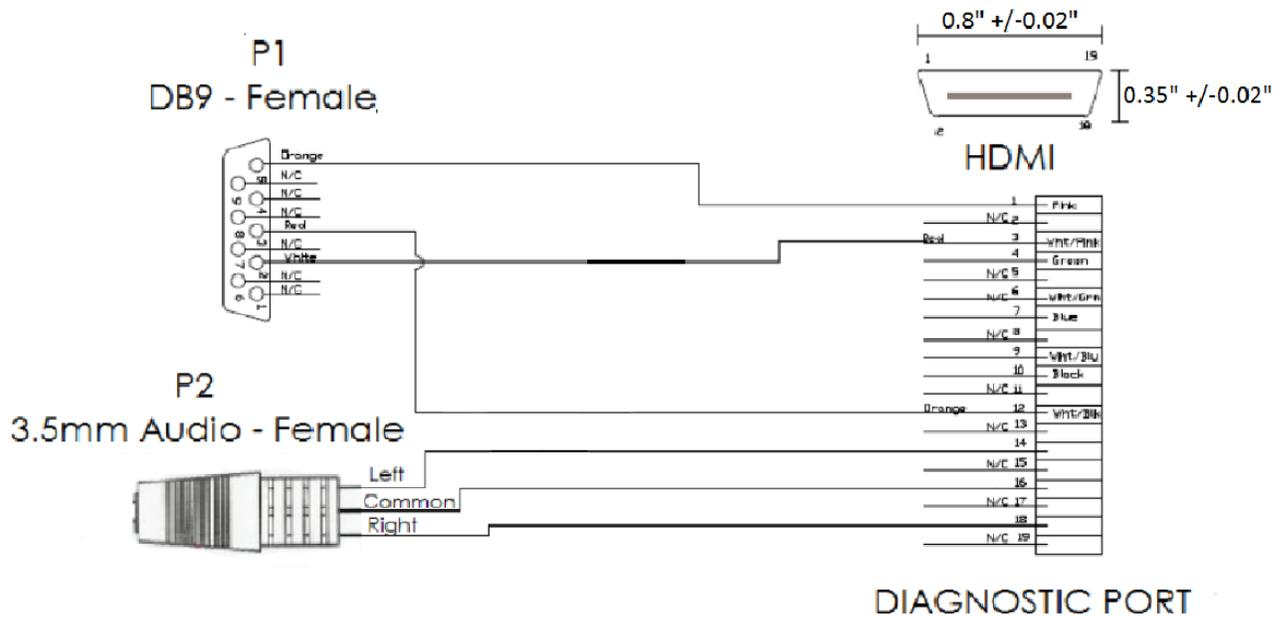

Abbildung 1: Kommunikationskabel für Schwesternruf / elektronische Patientenakte
Das Kommunikationskabel für den Schwesternruf / die elektronische Patientenakte (Art.-Nr. 3100897) hat einen 3-poligen 3,5-mm-Klinkenstecker (siehe P2 in Abb. 1) zum Anzeigen eines Alarmzustands im Schwesternruf-System des Krankenhauses und eine DB9-Datenbuchse zum Anschluss von Geräten, die in der Lage sind, eine elektronische Patientenakte zu führen.
Der 3,5-mm-Klinkenstecker des Kabels unterstützt „normal geöffnete“ und/oder „normal geschlossen“ Anschlüsse von Schwesternruf-Systemen. Die Signale an den 3 Kontakten sind (siehe P2 in Abb. 1 und Abb. 1A):
4.1 Abbildung 1: Diagramm des Kabels für Schwesternruf und elektronische Patientenakte
Das Precision Flow® Plus hat an der Rückseite eine HDMI-Buchse. Das **Vapotherm-Kommunikationskabel für Schwesternruf / elektronische Patientenakte (Art.-Nr. 3100897)** hat einen HDMI-Stecker am einen Ende und eine DB9-Buchse gemäß RS-232-Standard am anderen Ende. Mit diesem Kabel kann das Precision Flow® Plus am RS-232-Standardanschluss eines elektronischen Patientenaktensystems angeschlossen werden. Die Anschlussbelegung dieses Kabels ist in Abbildung 1 angegeben.
Nehmen Sie den Silikonstopfen in der Abdeckung des Sauerstoffsensors an der Rückseite des Precision Flow[®] Plus heraus und stecken Sie den HDMI-Stecker 3100897 in die HDMI-Buchse am Precision Flow[®] Plus. Schließen Sie das andere Ende des mit dem richtigen Stecker versehenen Kabels am elektronischen Patientenaktensystem des Krankenhauses an. Schaltbild und Anschlussbild finden Sie in Abbildung 1.